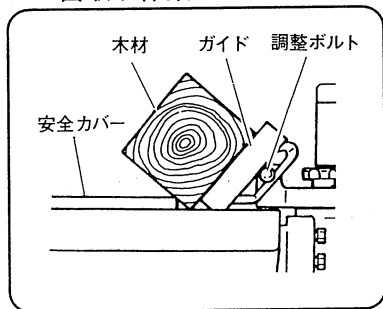

図 17
- (1) 調整ボルト(2本)を付属の両口スパナ(13mm)でゆるめるとガイドは0～45°の範囲で傾けることができます。
- (2) 面取り角度にガイドを合わせ、木材をガイド面にしっかりと押し付けながら送ります。(図 17)